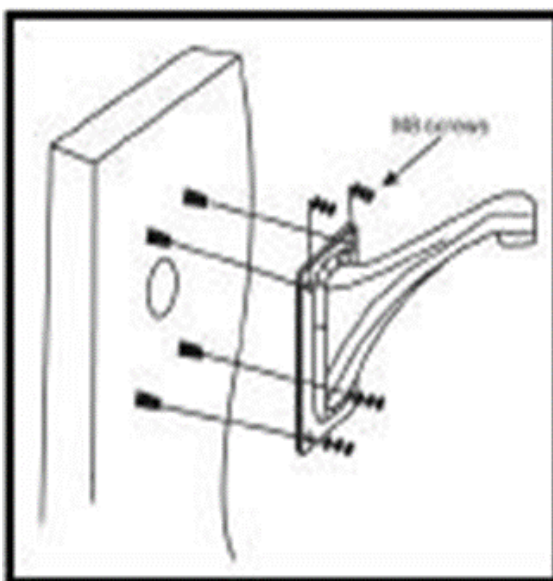

Figura 9
1. Coloque a linha de vídeo, linha de alimentação e linha de controle de sinal através do orifício redondo na montagem do teto. (O tipo de cabo é mostrado como Figura 9)
1. Insira os três parafusos de fixação que estão na parte inferior da cúpula nos orifícios do suporte de teto e, em seguida, gire o suporte como a figura 9 mostra para se certificar de que os parafusos estão na posição interna encaixado firmemente.
1. Conforme mostrado na Figura 9, tirando os furos de instalação da parte inferior superfície do suporte de parede como o modelo, desenhe as posições da perfuração e faça os furos: